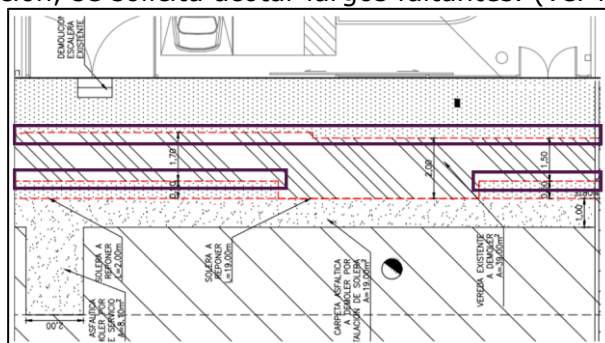

Figura 1
- 2.2. En la planta de demolición, se solicita acotar largos faltantes. (ver figura 1)